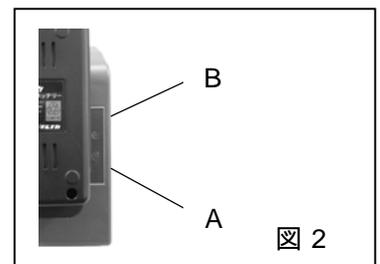

図 2
- ③充電器の充電状態表示灯（図 2-A）が緑色に点滅し、充電を開始します。緑の点滅が点灯に変われば、充電の完了です。
- ④充電時間の目安は、40～45 分です。
- ⑤充電中、もしくは充電式電池を充電器に差し込んだ時点で、充電状態表示灯（図 2-B）が赤く点滅している場合は、充電式電池または充電器の異常です。直ちに充電式電池を充電器からはずし、充電器の電源プラグをコンセントからはずして充電をやめてください。対処方法については、下記「充電器の充電状態表示灯について」をお読みください。
- ⑥充電が終われば充電式電池を充電器から外し、充電器の電源プラグをコンセントからはずしてください。